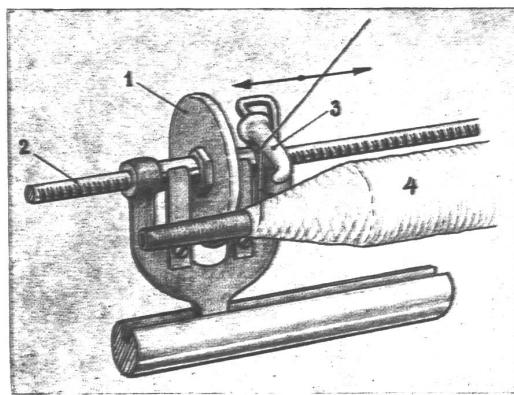

Fig. 1. Selbstschaltendes Fühlerrädchen von der Maschinenfabrik Schweiter A.-G., Horgen.
1. **Selbstschaltende Fühlerrädchen** (Fig. 1). Das Fühlerrädchen 1, das hier direkt auf der Fadenführerstange 2 gelagert ist, schraubt durch seine Drehung den Fadenführer 3 direkt auf der mit Schraubengewinde versehenen Fadenführerstange vorwärts (bei anderer Ausführung auch indirekt, durch Zwischenschaltung eines kleinen Uebersetzungsganges). Der Fühler dreht sich somit nur, wenn der Fadenführer vorwärts geschaltet werden muß und macht die hin- und hergehende Bewegung mit. Er kommt mit der allmählich anwachsenden Spule 4 nur stoßweise in Berührung, wobei dann die Reibung zwischen dem aufgespulten Material und dem